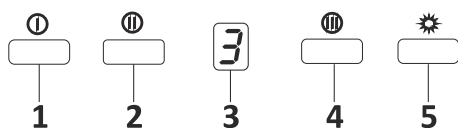

Fig. 12: Kontrollpanel
1. ➤ Motorhastighet 1 (Fig. 12)
2. ➤ Motorhastighet 2 (Fig. 12)
3. ➤ Digital display (Fig. 12)
4. ➤ Motorhastighet 3 (Fig. 12)
5. ➤ Belysning (Fig. 12)
6. ➤ Om en motorhastighetssknapp (1, 2 eller 3) hålls intryckt i mer än 2 sekunder aktiveras en 15 minuters timerfunktion. När timern startar blinkar displayen. Timern slutar efter 15 minuter (Fig. 12).